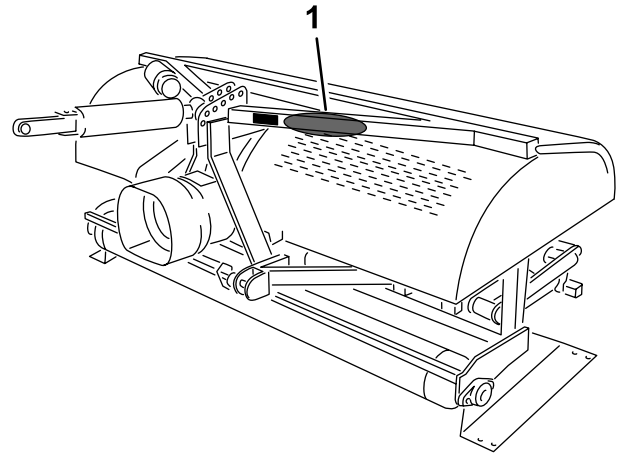

図 34
1. CE 規格基準に完全に適合するようにセットアップできたら、CE デカルと製造年デカルを、シリアル番号プレートの隣に貼りつけます 図 34。